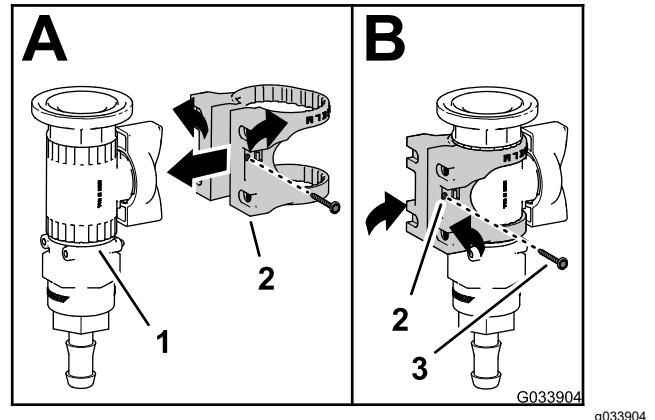

Figura 27
1. Monte a montagem da válvula na válvula de controlo, conforme se mostra em A de Figura 27.
- Prenda a montagem da válvula à válvula de controlo com o parafuso de cabeça flangeada (N.º 6) e aperte o parafuso à mão (B de Figura 27).